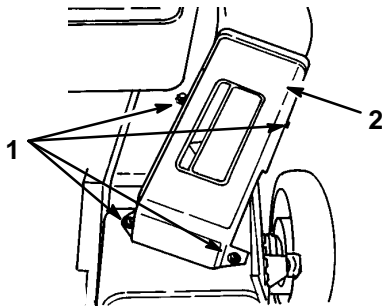

Figure 32
2. Retirer les quatre boulons de fixation de la plaque de paillage Recycler® au carter de tondeuse (Fig. 32). Conserver soigneusement la plaque et les boulons pour un remontage ultérieur éventuel.